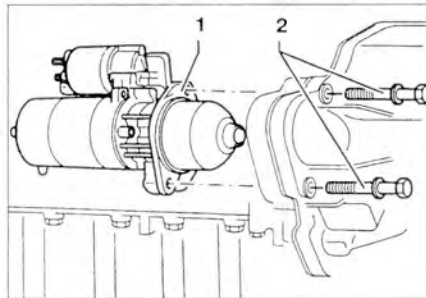

Рис. 9.3. Открутите болты **2** и снимите стартер **1**.
4. Открутите болты **2** и снимите стартер **1** (рис. 9.3).